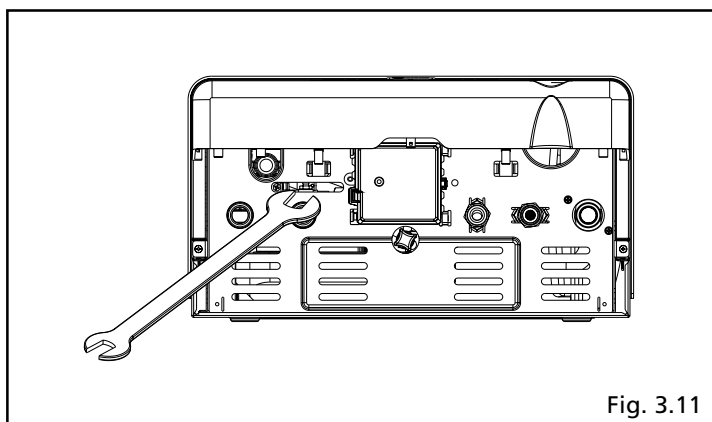

Fig. 3.11
- allentare la valvola di scarico caldaia (**D**) attraverso l'apertura posta sul fondo della caldaia (fig. 3.11)